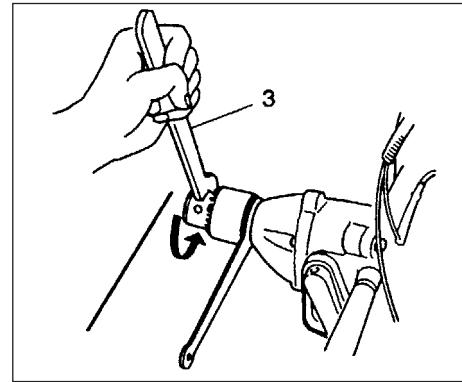

Fig. 2-7
• Hinweis! einen Spannfuttermontageschlüssel statt eines Spannfuttergriffs und ziehen Sie das Futter manuell an bzw. lösen Sie es manuell statt darauf zu schlagen. Schlagen Sie nicht auf den Spannfuttermontageschlüsse. (Fig. 2-7, 7B).